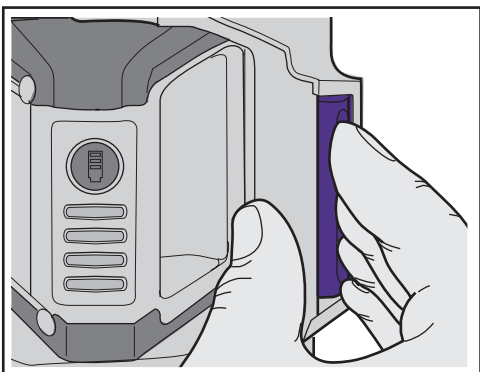

Figure Z3
- Press the ejection button before trying to pull out the battery and listen for an audible "click" (Figure Z3).
- Presione el botón de eyección antes de intentar jalar hacia fuera la batería y escuche hasta que oiga un "clic" audible (Figura Z3).
- Appuyez sur le bouton d'éjection avant d'essayer de retirer le bloc-piles et attendez le dé clic (Figure Z3).